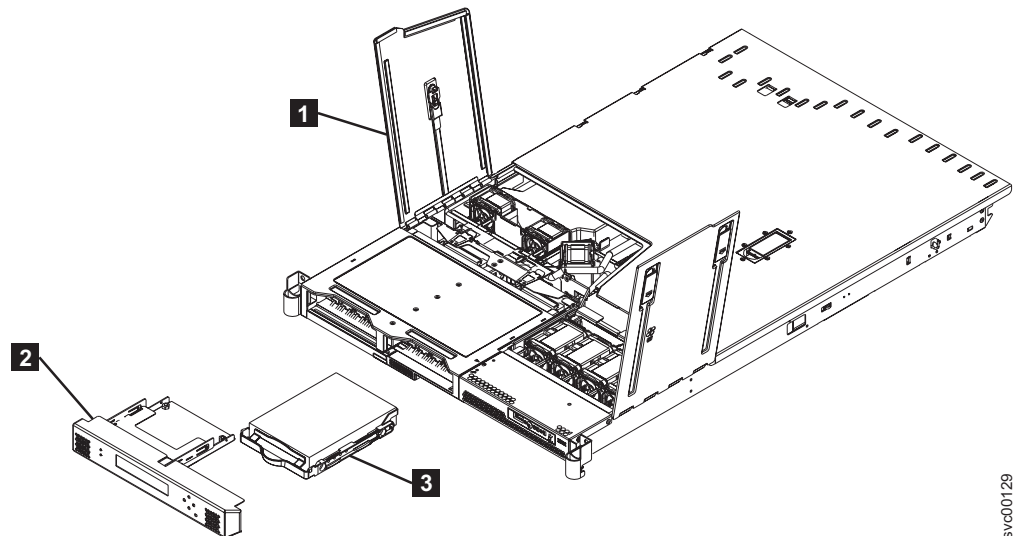

図 102. SATA ディスク・ドライブの取り外し
5. ファン・ドア A (136 ページの図 102 の **1**) を開きます。